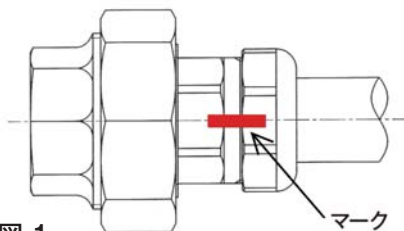

図 1
- ナットの緩みチェックのために、締め付け後、本体とナットにマジックでマークを入れて下さい。(図1参照)